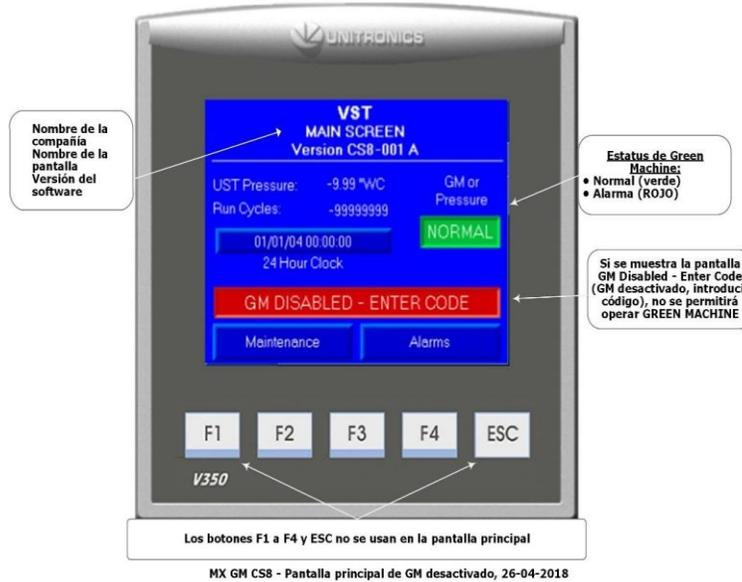

Figura 3-1: Panel de control de VST - **GM DISABLED- ENTER CODE** desde la pantalla principal
4. Vea la **Figura 3-1: Pantalla principal del panel de control de VST – GM DISABLED- ENTER CODE**